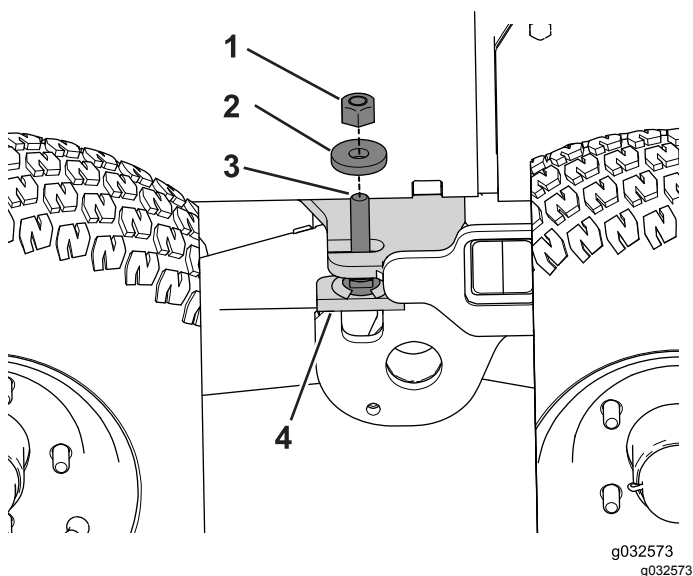

図 104
2. ボギーストップアセンブリについているねじ山付きスタッドから、ロックナットとワッシャを取り外す 図 104。
9. ボギーピボットのスタッドに平ワッシャ $\frac{1}{2}$ "とロックナットを取り付けて締め付ける **図 104**。